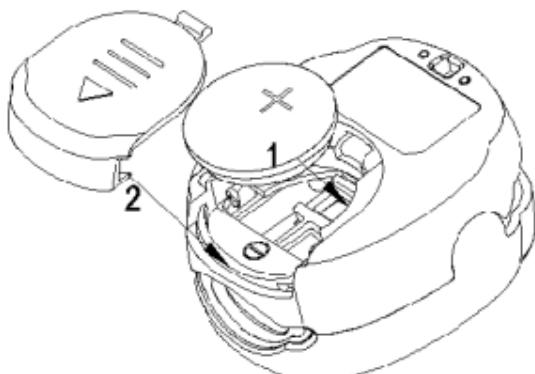

Abbildung 2
1. Die Batterie in das entsprechende Fach einlegen und auf die richtige Polarität achten (siehe Abbildung. 2).